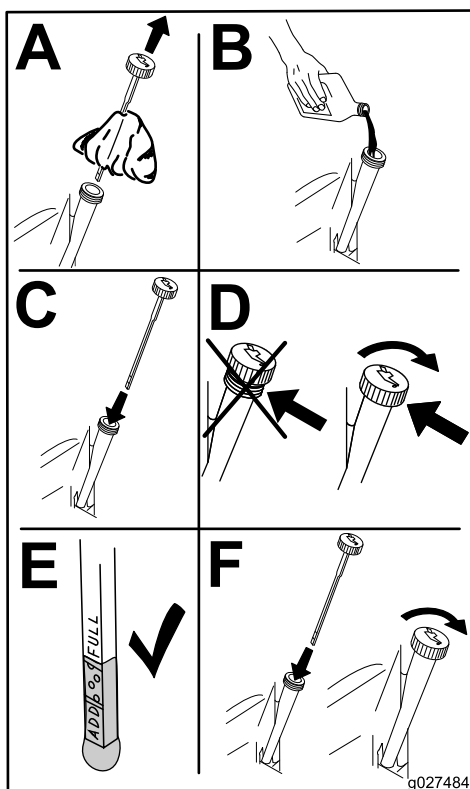

Figura 30
6. Vierta lentamente el 80% aproximadamente de la cantidad especificada de aceite por el orificio de llenado (Figura 30).
7. Compruebe el nivel de aceite; consulte Figura 30.